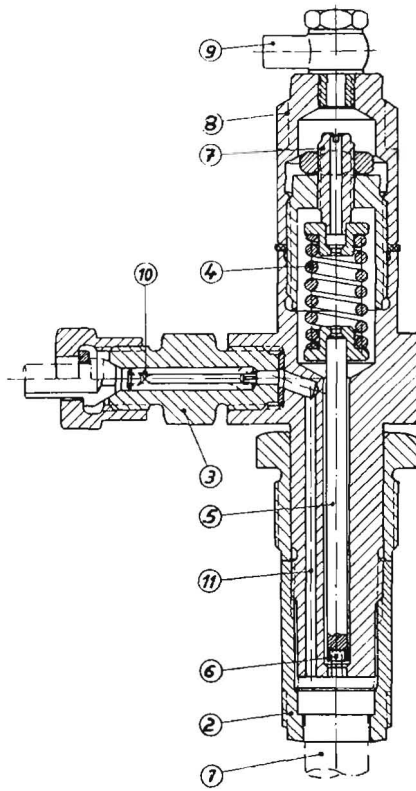

Bild 13
- a) Der **Düsenhalter** (Bild 13) dient zur Befestigung der Düse im Motorzylinder und zu ihrer Verbindung mit der Kraftstoffleitung.